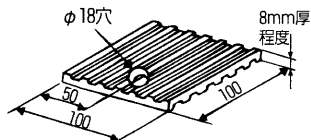

図5-1.防振パッド(例)
- 据付条件によっては、振動が据付部から伝搬し、床や壁面から、騒音や振動が発生する場合がありますので、必要に応じ十分な防振工事(防振パッド、防振架台など)を行ってください。(図5-1参照)